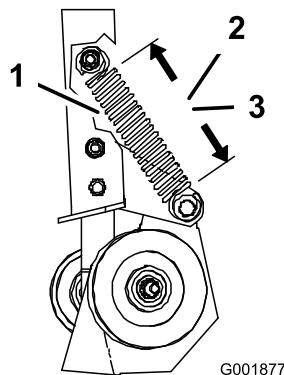
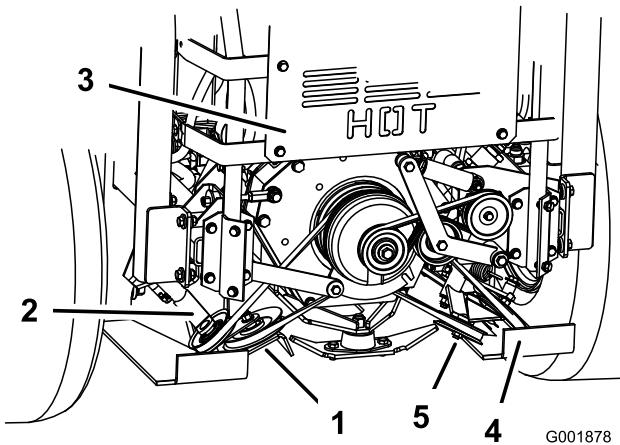

Figura 63
Figura 64
- Mida la longitud del muelle. Compruebe que las espirales del muelle de la polea tensora tensada con muelle tiene las medidas indicadas a continuación (Figura 63 y Figura 64).
- Medida del muelle izquierdo: $14,6 \pm 0,3$ cm (Figura 63).
- Medida del muelle derecho: $14,0 \pm 0,3$ cm (Figura 63).
- Si el muelle no tiene las medidas correctas, afloje la tuerca que sujeta la polea tensora ajustable para que pueda desplazarse hacia arriba y hacia abajo dentro de la ranura (Figura 64).
- Alivie la presión en la polea tensora tensada con muelle (Figura 64).
- Posicione la polea inferior ajustable en la ranura y apriete la tuerca (Figura 64).
- Compruebe que la espiral del muelle de la polea tensora tensada con muelle tiene las medidas correctas (Figura 63).